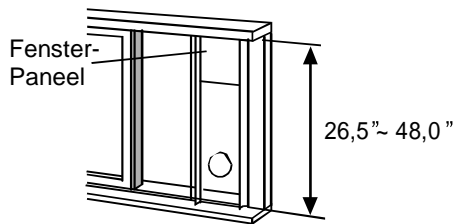

Abb. 13
2. Bringen Sie das Fenster-Einschub-Set auf dem Fenster-Unterbau an. Passen Sie die Länge des Fenster-Einschub-Sets entsprechend der Fensterbreite an, kürzen das einstellbare Fenster-Set, falls die Fensterbreite weniger als 25,5 Zoll beträgt. Öffnen Sie den Fensterflügel und bringen das Fenster-Einschub-Set auf den Fenster-Unterbau. Siehe Abb.13.